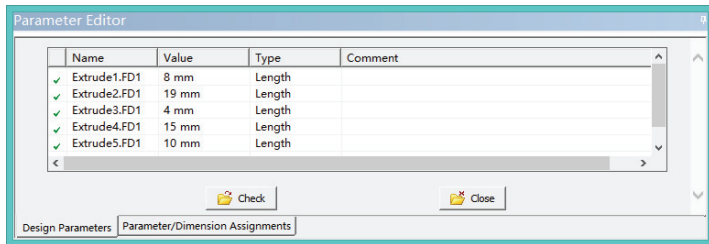

图 3-112 所有已选参数
1) 单击工具栏中的 Parameters 按钮, 弹出 Parameter Editor 窗口, 如图 3-112 所示。图中列出了所有已选的设计参数。